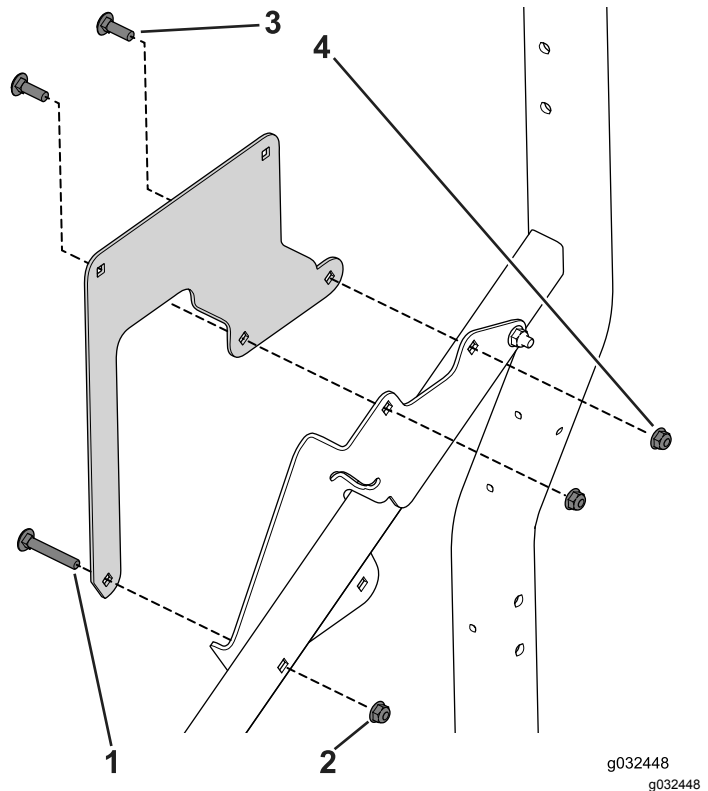

Bild 33
1. Befestigen Sie die Halterung mit den drei Schlossschrauben (5/16" x 2"), (5/16" x 1") und drei Bundmutter am Rahmen (Bild 33).